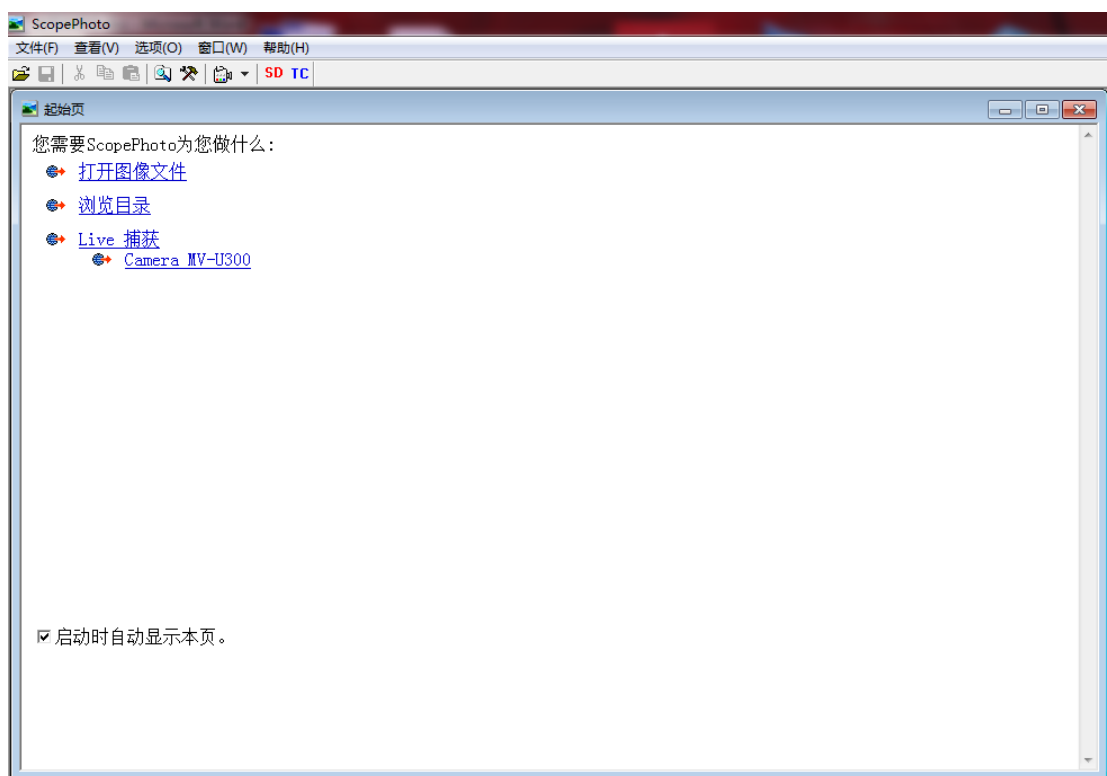

图 4.1 Scope photo 启动界面
2. 启动 Scope photo 后，弹出如图 4.1 所示的对话框，在“Live 捕获”下,可以看到我们的 U300 相机。